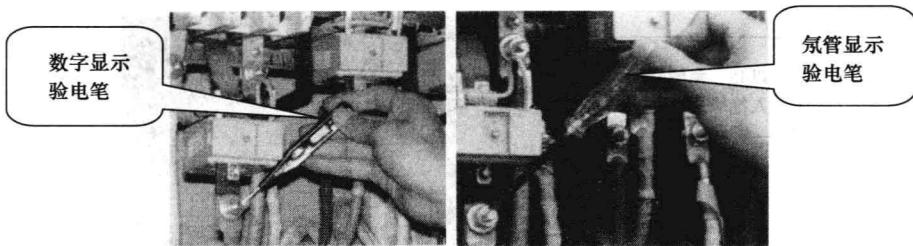

图 1-16 验电笔的握笔方法
(1) 使用前，一定要在有电的电源上试验，以鉴定验电笔是否完好，验电笔完好方可使用。验电笔的握笔方法如图 1-16 所示。
(2) 低压验电笔前端应加护套，只能露出 10mm 左右的一截作测试用，若不加护套，因低压设备相线之间及相线对地线之间的距离较小，极易引起相线之间及相线对地短路。
(3) 因氖管亮度较低，应避光，以防误判。
(4) 螺钉旋具式验电笔的刀体只能承受很小的扭矩，不可作一般的螺钉旋具使用。